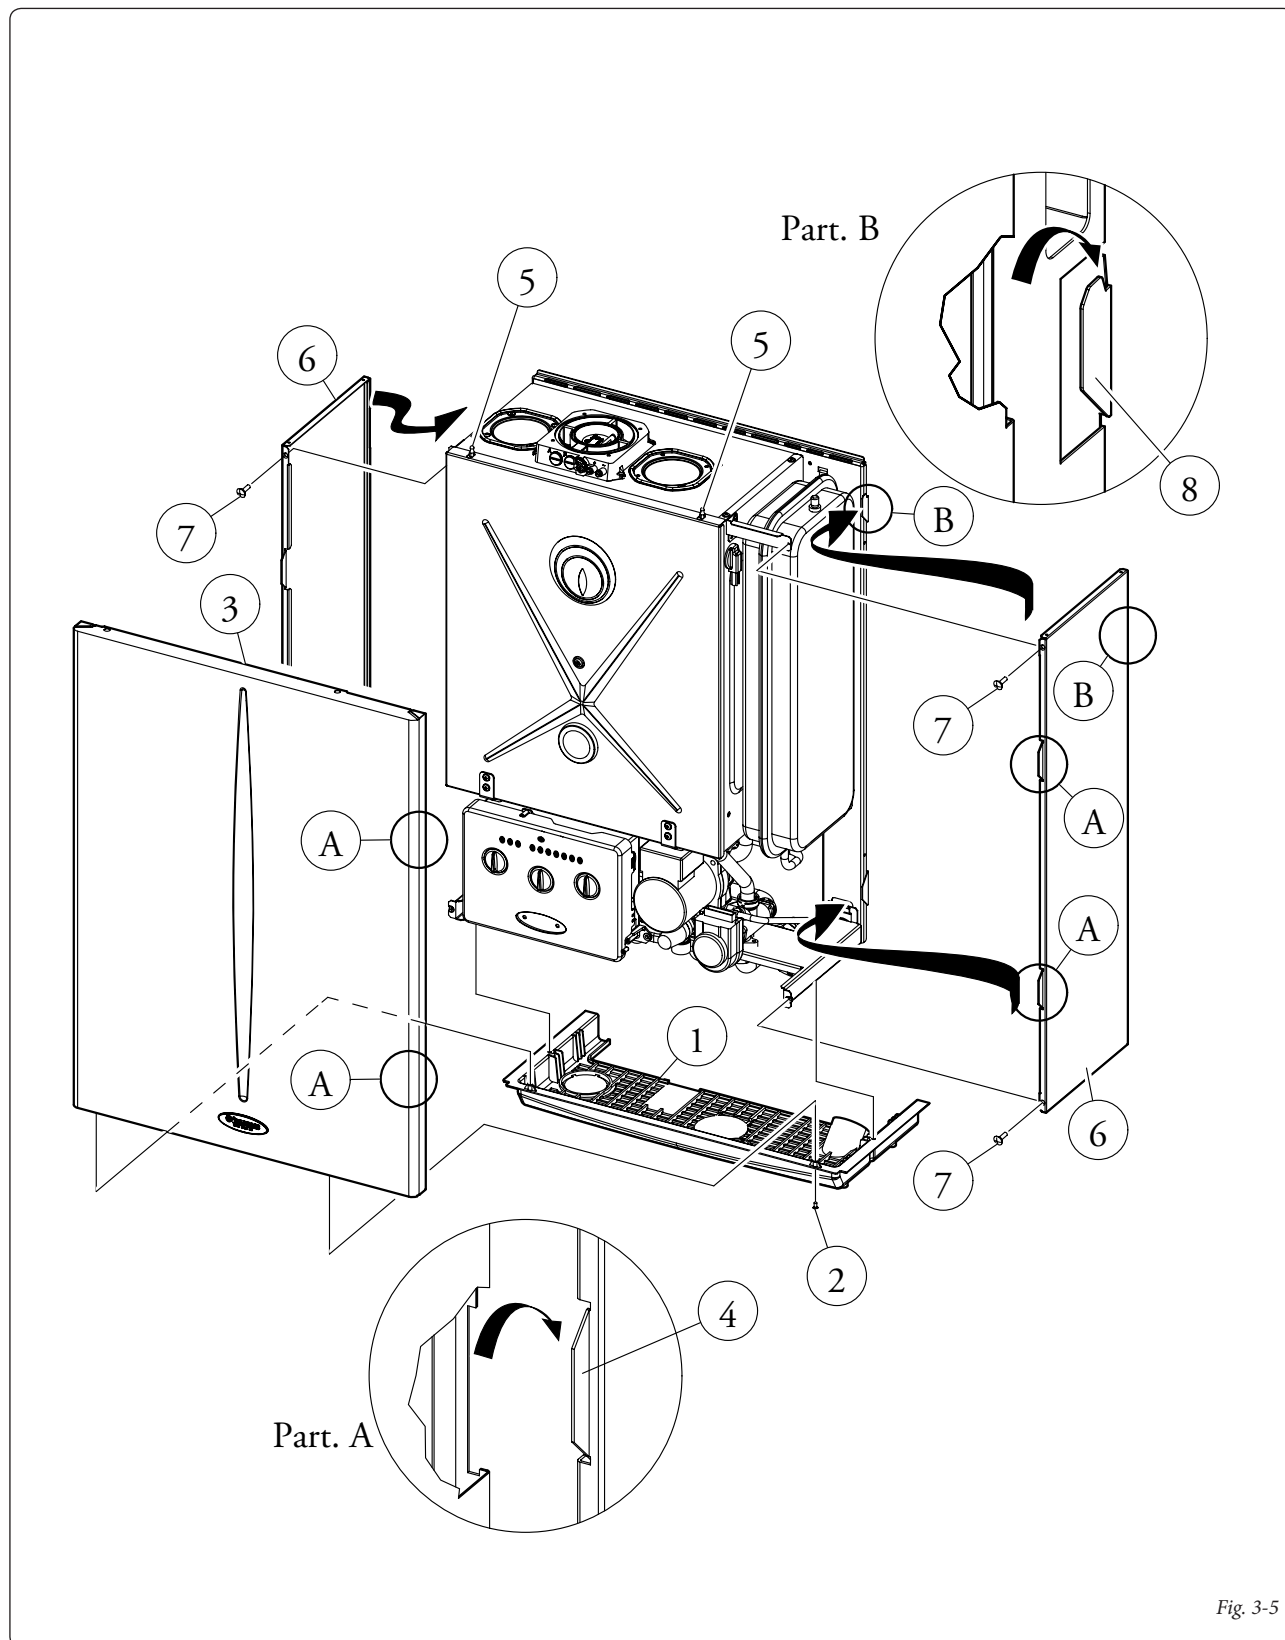

Fig. 3-5
- smontare la griglia inferiore (1) svitando le 4 viti (2) inferiori.
- smontare la facciata (3) della caldaia spingendo la facciata verso l'alto e contemporaneamente tirare verso se stessi per sganciarla dai ganci laterali (4) e superiori (5);
- smontare le fiancate laterali (6) svitando le viti (7) e tirando verso se stessi per liberare la fiancata dalla sede (8) (Fig. 3-5);